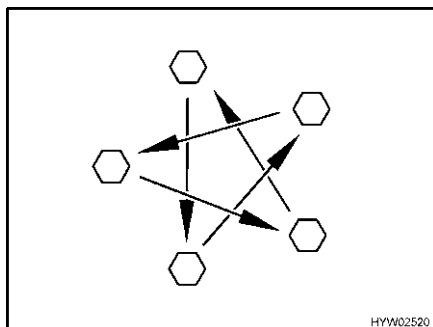

Bild 228 Dra åt hjulmuttrarna eller hjulbultarna korsvis
- Kontrollera regelbundet att hjulmuttrarna eller hjulbultarna är ordentligt åtdragna. Om du har bytt däck ska hjulmuttrarna eller hjulbultarna dras åt korsvis efter 5 mils körning (Bild 228). Åtdragningsmoment se avsnitt 13.5.2.
- ▷ Dra åt hjulmuttrarna eller hjulbultarna korsvis (Bild 228).